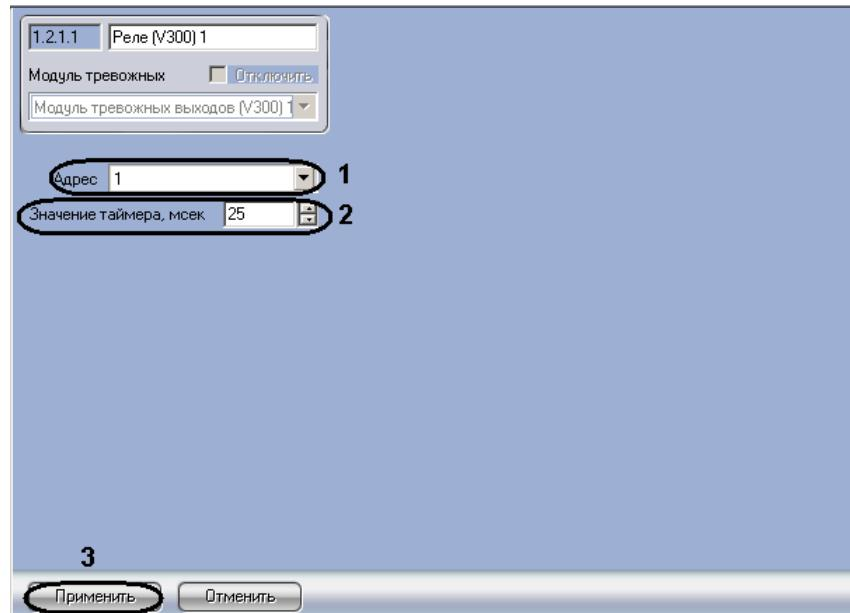

Рис. 3.8—8 Настройка реле интерфейсных модулей V200, V300
- В поле **Адрес** установлен адрес реле (см. Рис. 3.8—8, 1). Изменение адреса может привести к потере связи с реле.
- Ввести время работы таймера реле в миллисекундах в соответствующем поле (см. Рис. 3.8—8, 2).